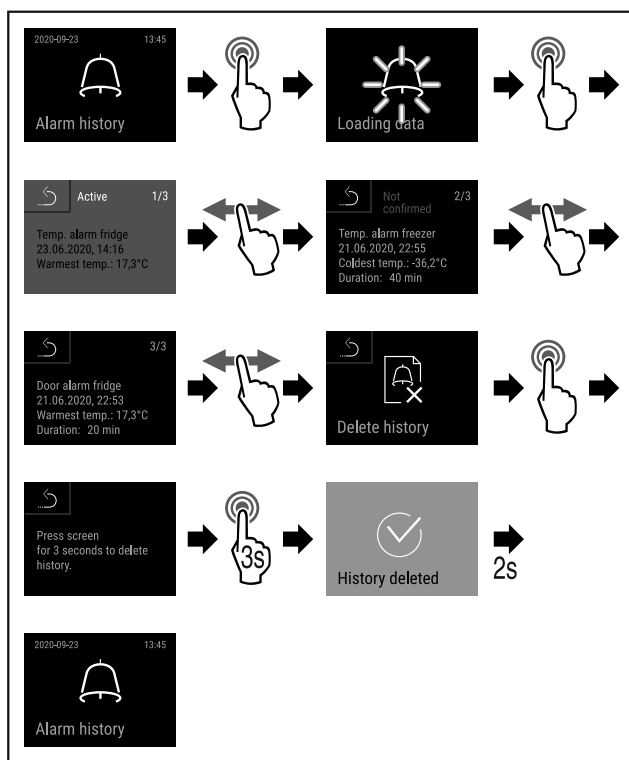

Fig. 157
- ▶ Eseguire i passi (vedere Fig. 157).